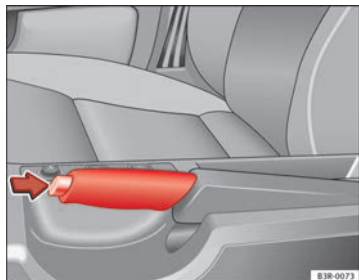

Abb. 149 Ansicht der Mittelkonsole: Handbremse angezogen
- Ziehen Sie den Handbremshebel etwas hoch *und* drücken Sie gleichzeitig den Sperrknopf ⇒ Abb. 149 -Pfeil- hinein.